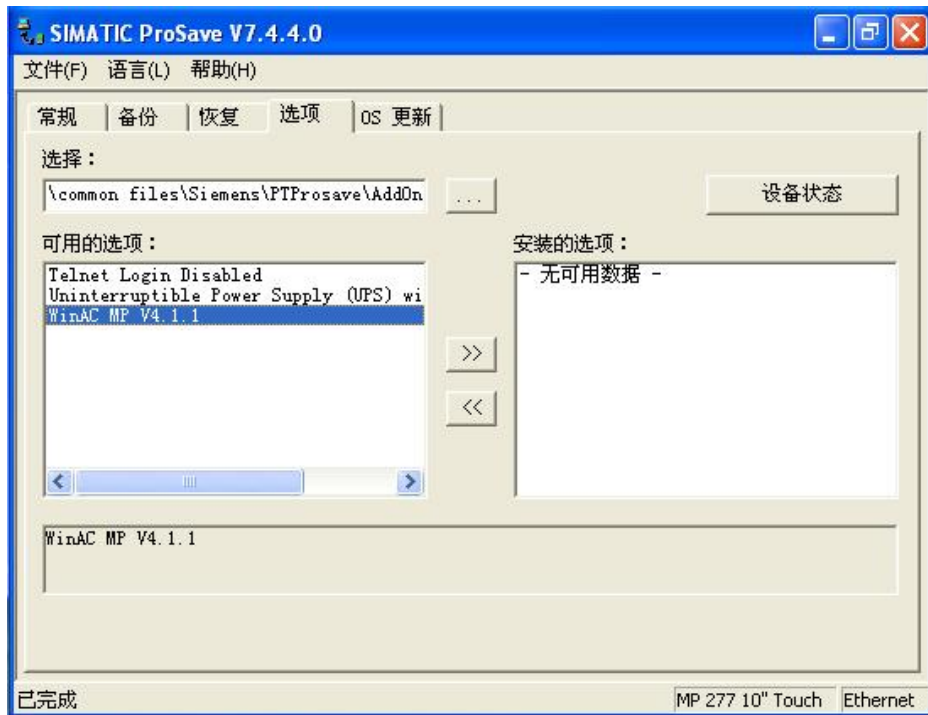

图5 WinAC MP Runtime 的安装
6. 操作系统镜像更新完成后，重复步骤2的操作，切换到“选项”选项卡，如图5所示，选择“WinAC MP V4.1.1”，点击按钮“>>”，开始传送 WinAC MP Runtime 文件到 MP277。传送完成后按提示重启 MP277。
注意：卸载多功能面板上的 WinAC MP 前应将面板上的 WinAC MP 授权文件传送到 PC 上。然后重复步骤 2 – 6，执行步骤 6 时在图 5 所示界面右边的安装选项列表中选择“WinAC MP V4.1.1”，点击按钮“<<”，开始卸载过程。